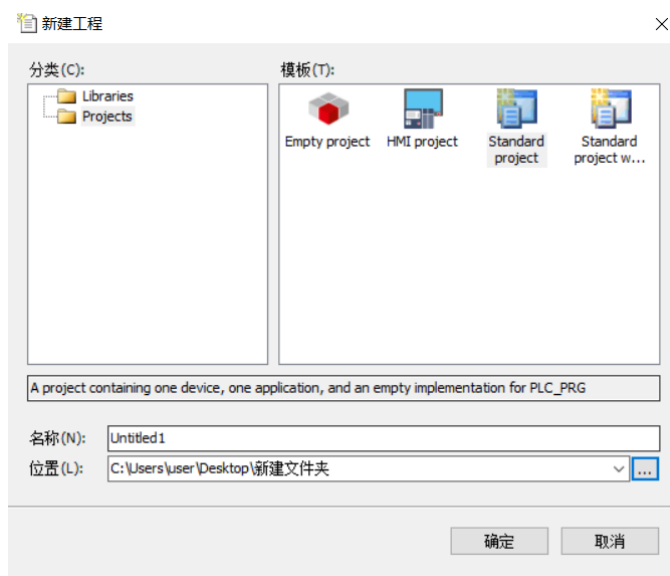

图 13-2 工程分类
2. 选择 standard project【标准工程】，定义名称及存储路径以后点击【确定】，如图 13-2 所示。